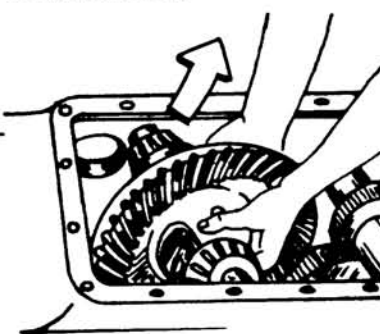

Fig. 3
- d Retire la corona con la caja de satélites (fig. 3).